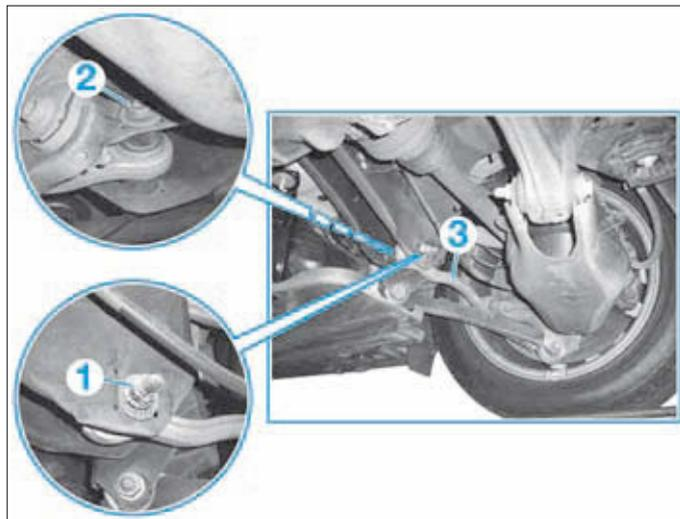

FIG. 9
- Desserrer l'écrou (1) (Fig.9).
- Régler le parallélisme arrière en agissant sur la vis à excentrique (2).